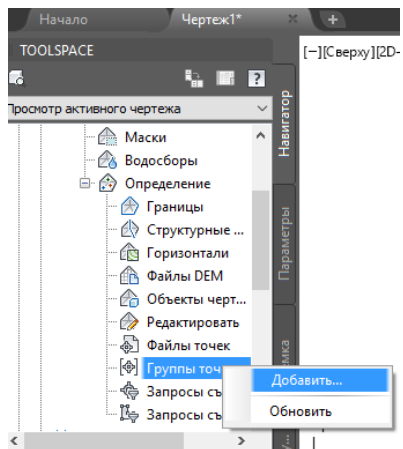

Рис. 15. Добавление в поверхность диалогового окна группы точек
8. В коллекции «Определение» выбрать строку «Группы точек», нажать по ней правой кнопкой мыши и выбрать «Добавить» (рис. 15).